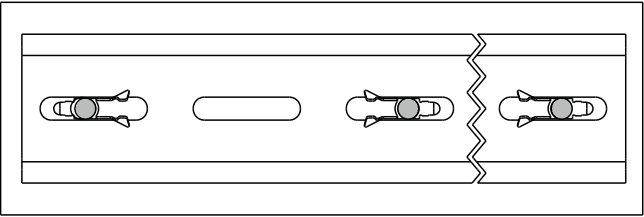

Abb. 1 / Fig. 1
- Bohren Sie die Bohrlöcher gemäß den Angaben in Abb. 1.
➡ Beachten Sie bei der Montage, dass die Federbügel der äußeren Montageclips nach innen zeigen. Für die restlichen Montageclips empfehlen wir eine alternierende Ausrichtung, siehe Abb. 1.
- Drill the drill holes according to the specifications in Fig. 1.
➡ When installing, make sure that the spring clamps of the outer mounting clips point inwards. For the remaining mounting clips, we recommend alternating alignment, see Fig. 1.